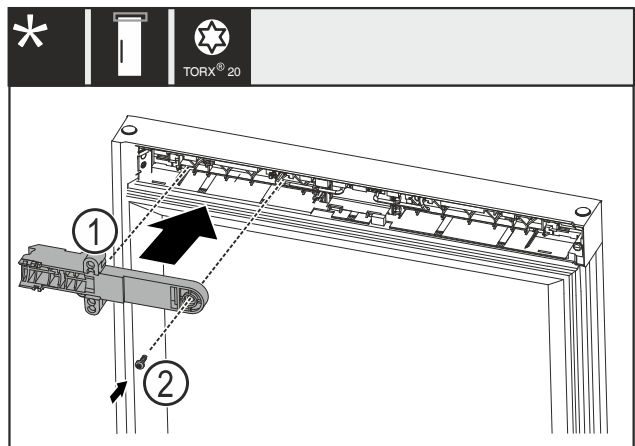

Fig. 23
- Gire la pieza de retención del candado Fig. 23 (1) 180° y móntela en el lado opuesto.
- Fije la pieza de retención del candado Fig. 23 (1) con un tornillo Fig. 23 (2).